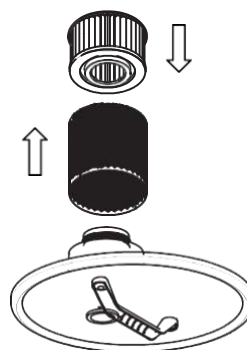

Fig. 2
- 2) Inserire il filtro (4) nell'alloggiamento del filtro (3) (**fig. 2**).
- 3) Ruotare il filtro (4) o l'alloggiamento del filtro (3) in senso orario fino a quando non sono fissati.